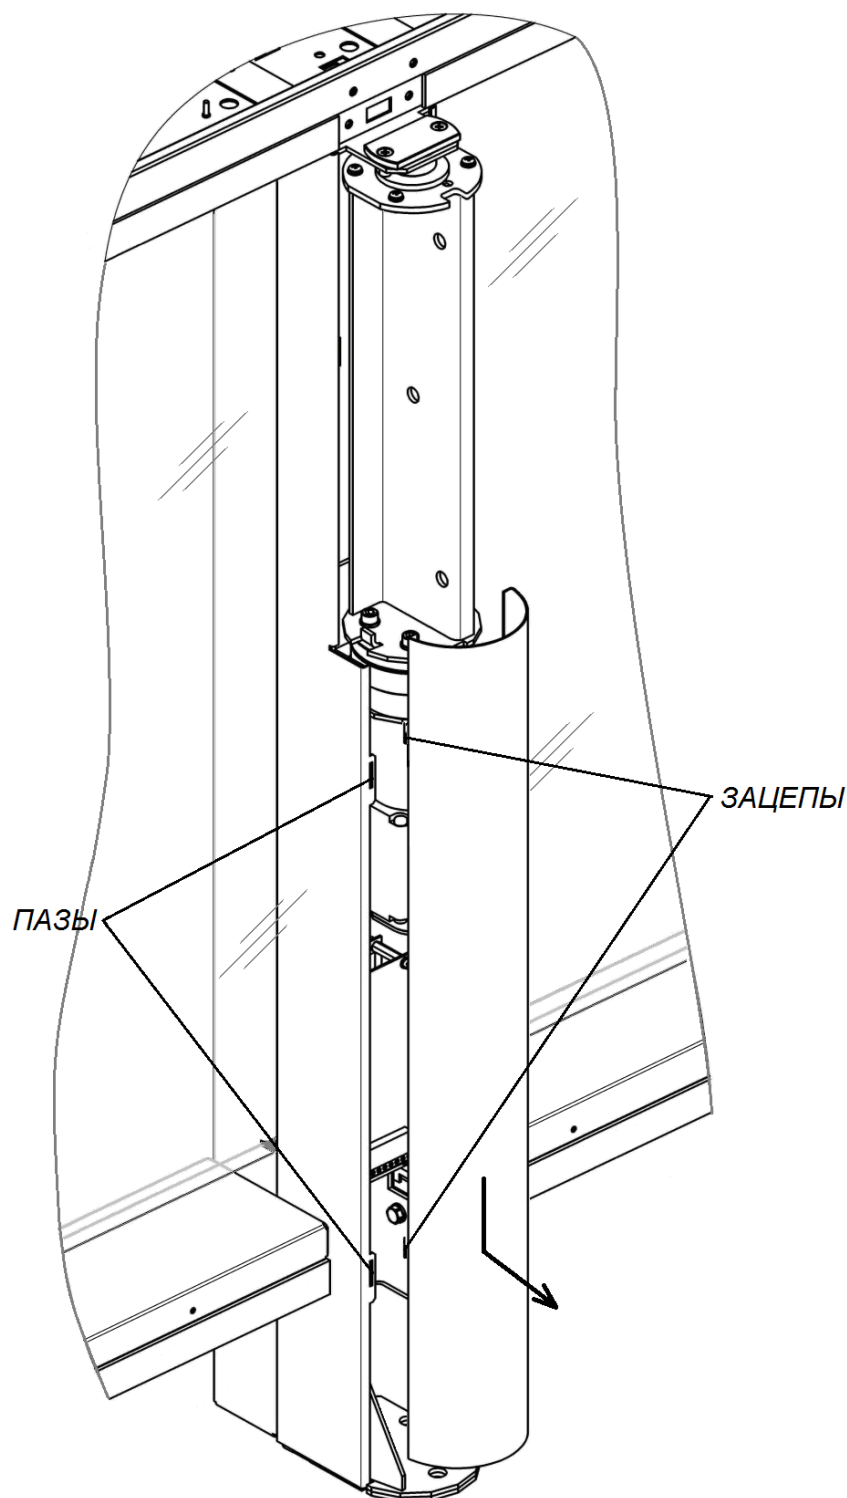

Рисунок 23. Снятие кожуха центральной стойки
Снятие или установку створки производите вдвоем. Створка к поворотной опоре крепится в трех местах при помощи болтов M10×30, шайб 10, втулок пластиковых и гаек M10 (см. рис. 23). Используйте рожковые ключи S17.
2. Смонтируйте одну из частей кожуха на поворотную опору створки. Для этого оденьте кожух на верхнюю пластину поворотной опоры через пазы в верхней части кожуха, после чего сдвиньте кожух вниз до конца, введя нижний паз кожуха в зацеп, расположенный в нижней части поворотной опоры (см. рис. 23).